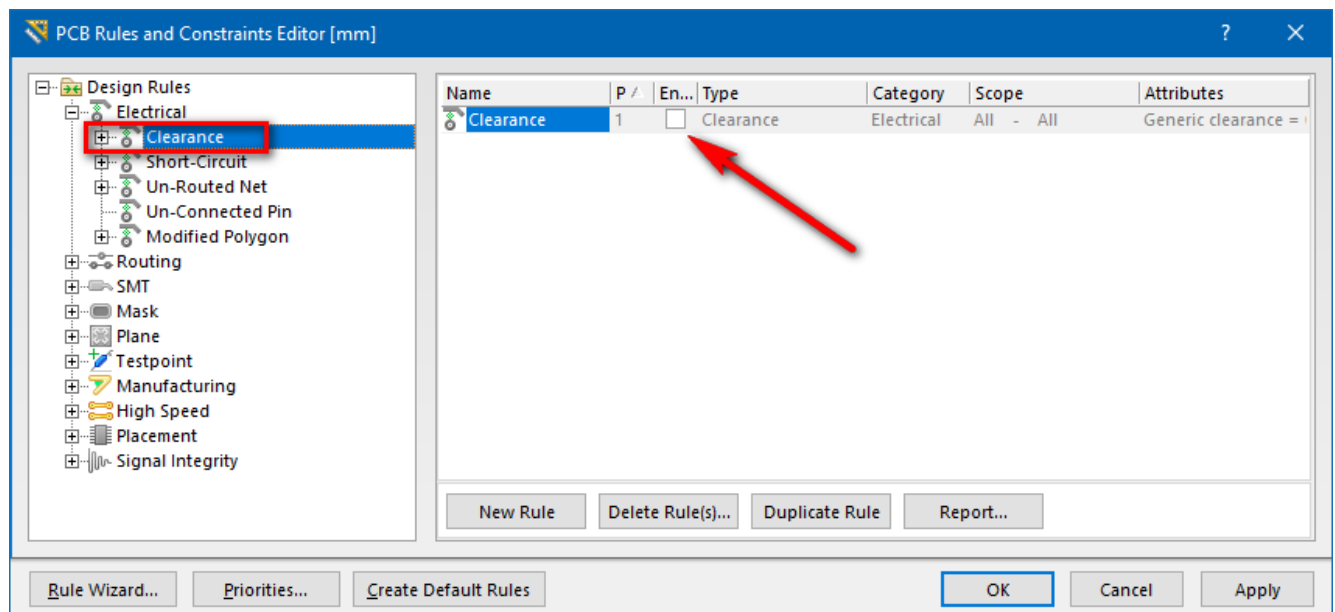

Рис. 19. Вікно **PCB Rules and Constraints Editor**
2. Змінити проєктні правила, за якими відбувається перевірка. Для цього необхідно у меню **Design** обрати пункт **Rules**. У лівій частині вікна **PCB Rules and Constraints Editor** зі списку **Electrical** обрати пункт **Clearance**, після чого у правій частині прибрати галочку у стовпчику **Enabled** (рис. 19). Те ж саме виконати для пункту **Short-Circuit**.